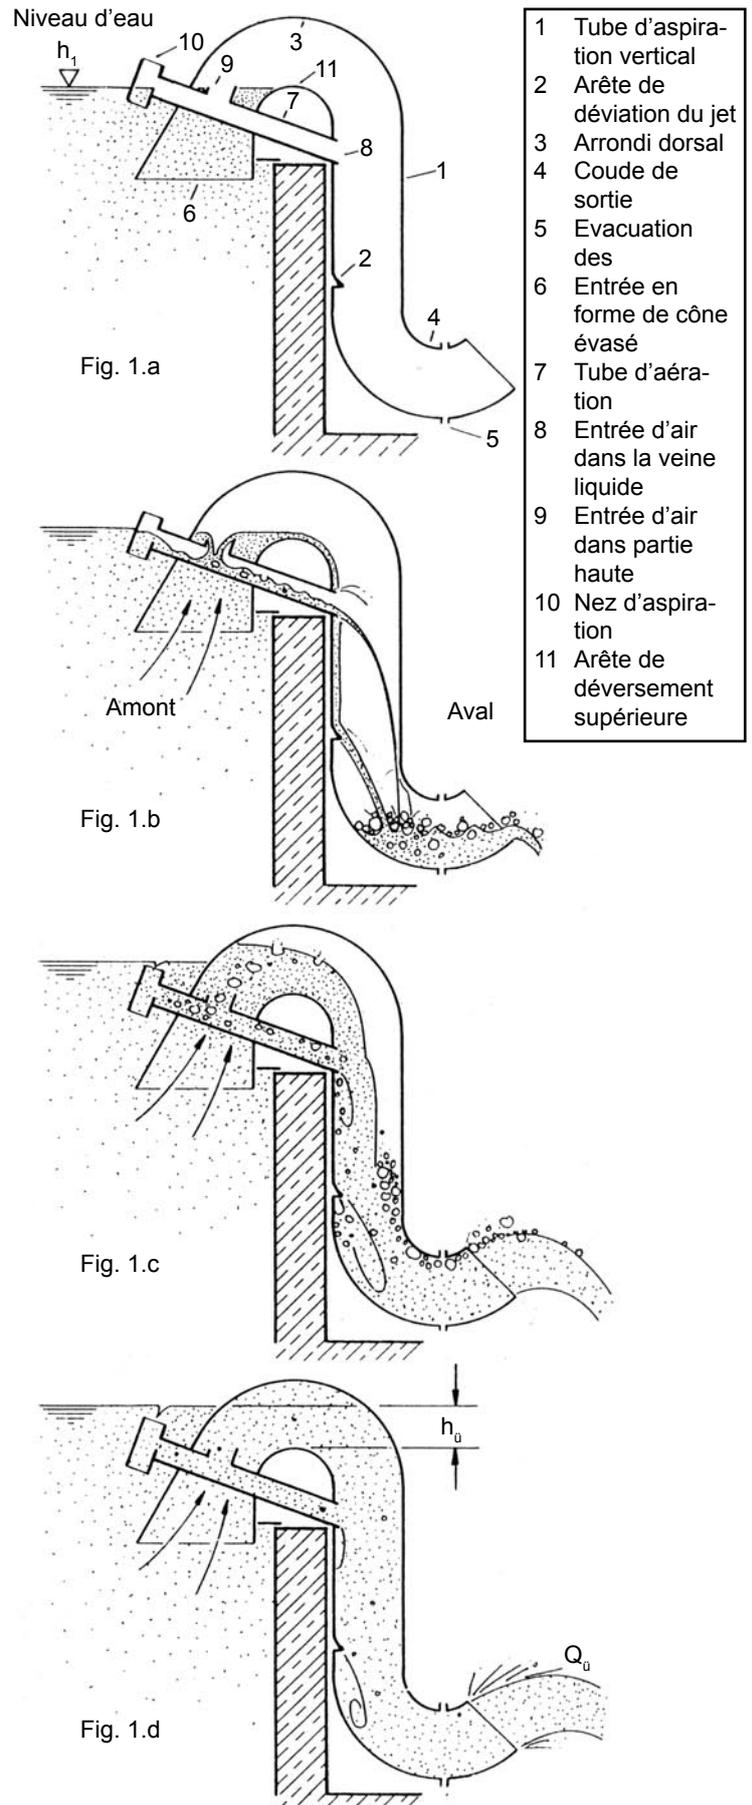

Fig. 1 : Fonctionnement du siphon régulé UFT-*FluidSiph* lors de l'élévation du niveau d'eau amont.
Le siphon régulé, voir figure 1, possède une tubulure d'aspiration verticale (1), une entrée et une sortie en forme de coude en U. Ceci rend le siphon très compact et permet le montage ultérieur, par simple accrochage, à la paroi verticale du seuil. La particularité du siphon est le tube d'aération (7). Il est disposé en pente vers le bas et traverse le milieu de la partie supérieure. Deux ouvertures aèrent aussi bien le bas (8) que la crête (9).
Si le niveau d'eau monte encore de quelques centimètres, figure 1 c, le débit devient tellement important que le coude de sortie avec la crête, aspire de l'air comme une pompe à jet d'eau. Le vide ainsi formé suce l'eau dans le siphon vers le haut jusqu'à la hauteur de déversement ($h_{\ddot{u}}$). Mais la valeur du vide est régulée par le « nez » d'aspiration. Ce dernier aspire un mélange d'eau et d'air. L'air entraîné aère aussi bien la partie supérieure que la partie inférieure du jet de déversement coudé. Lorsque le niveau d'eau en amont arrive à 55% de la dimension nominale D du siphon, le « nez » d'aspiration est noyé si profond, qu'il n'y a pratiquement que l'eau qui est aspirée.